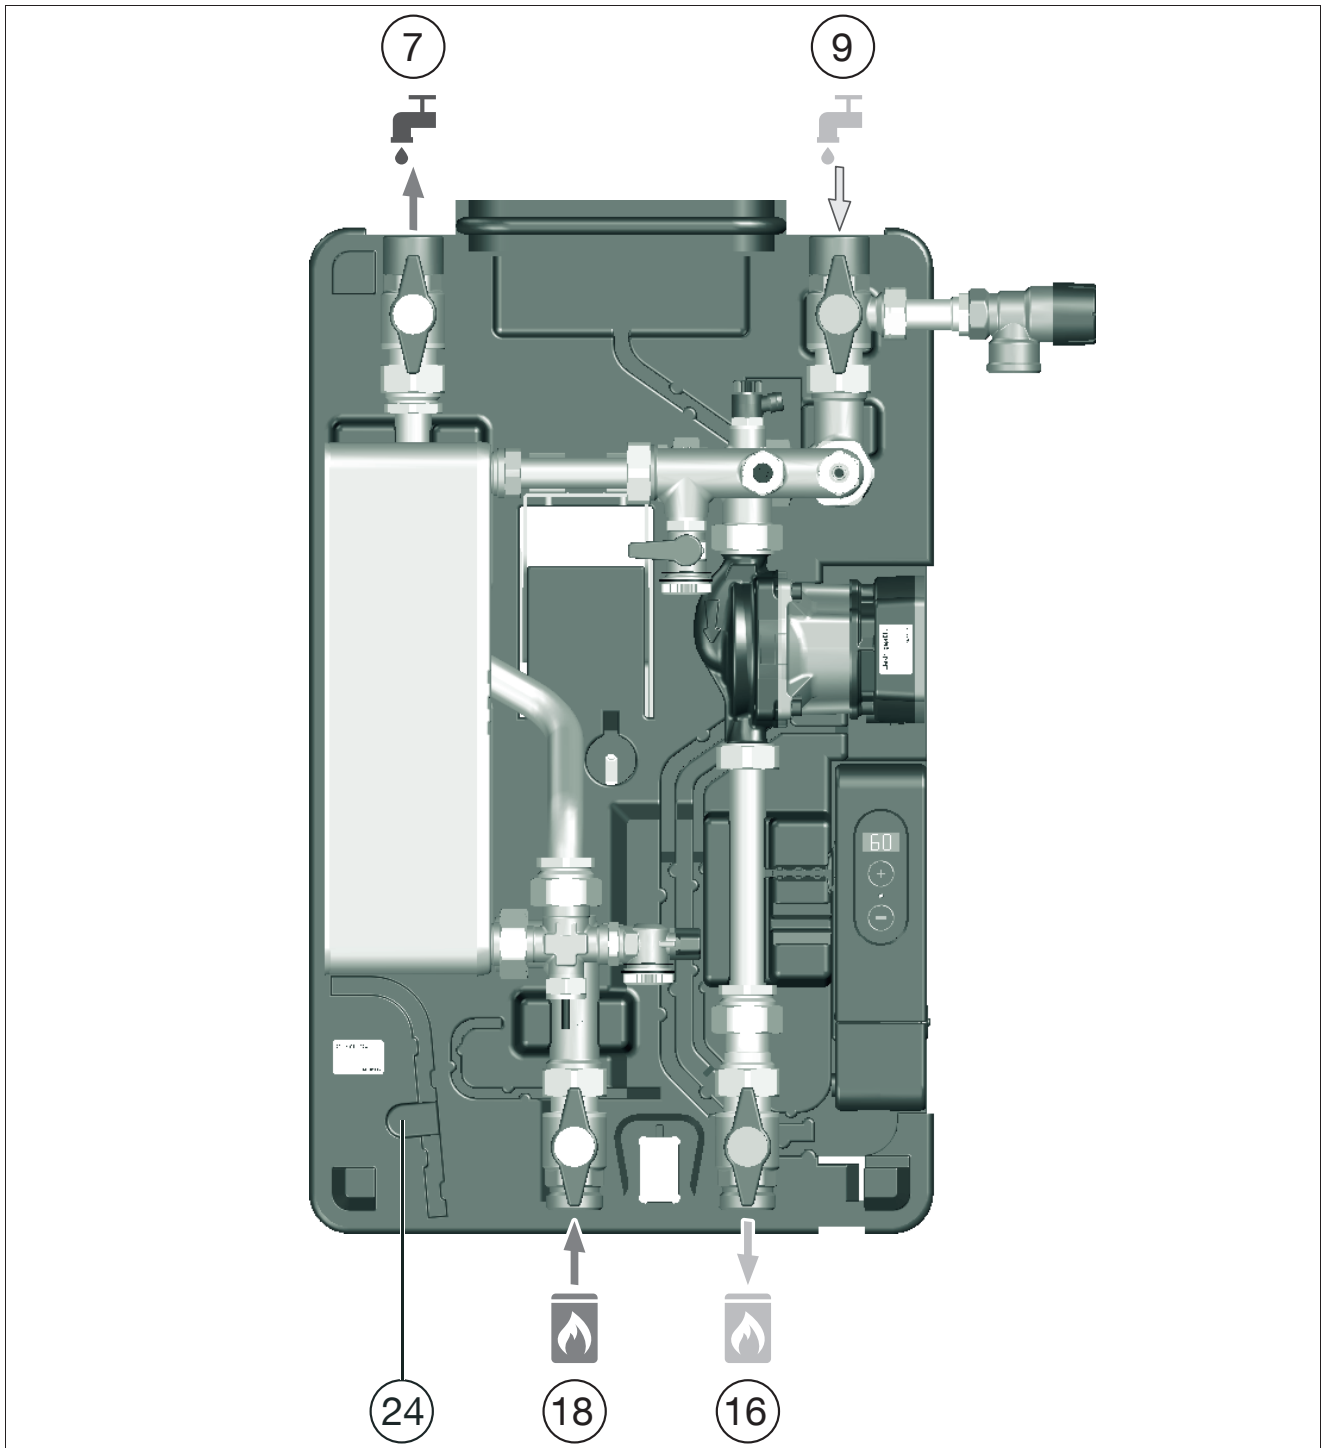

Abb. 12: Funktionsbeschreibung
- Montieren Sie einen Rückflussverhinderer (Position (4) in Abb. 3 auf Seite 13) in den Vorlauf Trinkwasser kalt (Position (9) in Abb. 12 auf Seite 23), um das Trinkwasser kalt vom bereits erwärmten Trinkwasser innerhalb der Station zu trennen.